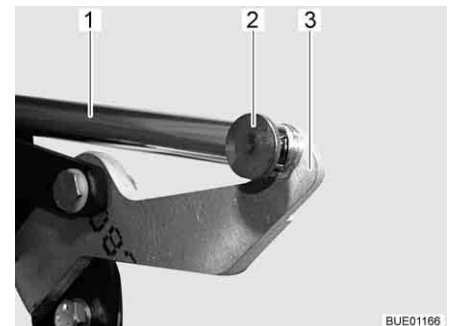

Fig. 110 Accionamiento
- Desmontar la unión (p. ej. perno y pasador elástico) (Fig. 110,2) entre la biela (Fig. 110,1) y la palanca (Fig. 110,3).